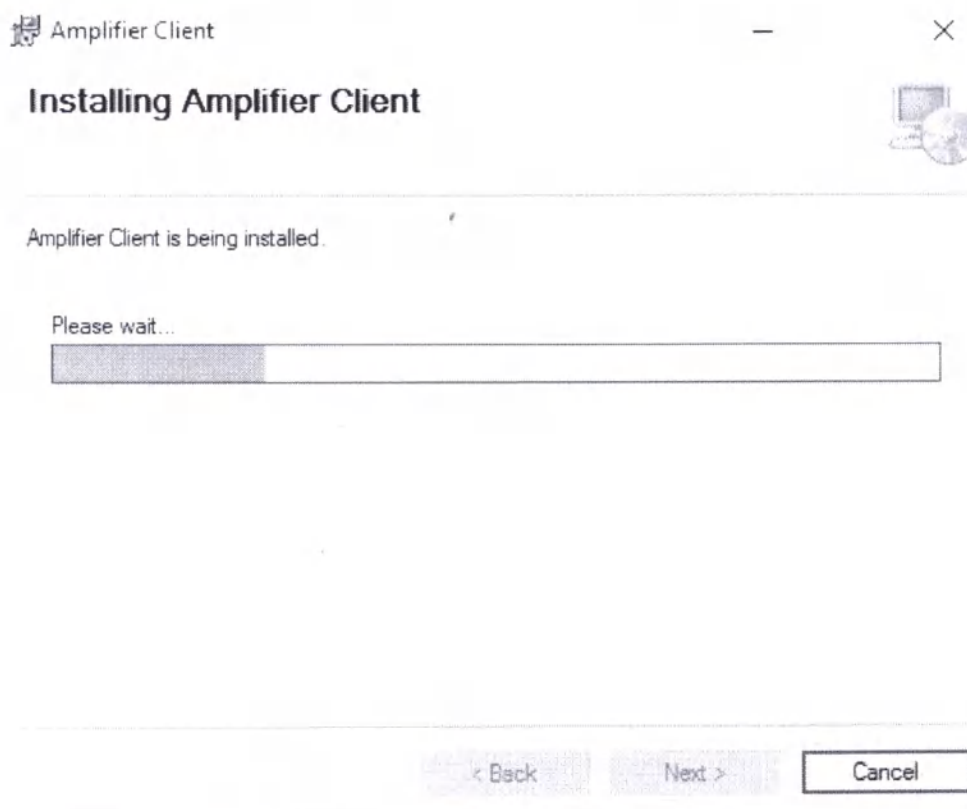

Рис. 8 – Процесс установки ПО.
5. Следуйте подсказкам при установке, рекомендуется не изменять выбранные по умолчанию параметры (Рисунок 4 - Рисунок 8):
Вероятно появление окна Windows «Контроль учетных записей» – на разрешение внесения изменений, в этом случае необходимо выбрать «ДА», далее ждем окончания процесса установки: (Рисунок 8):